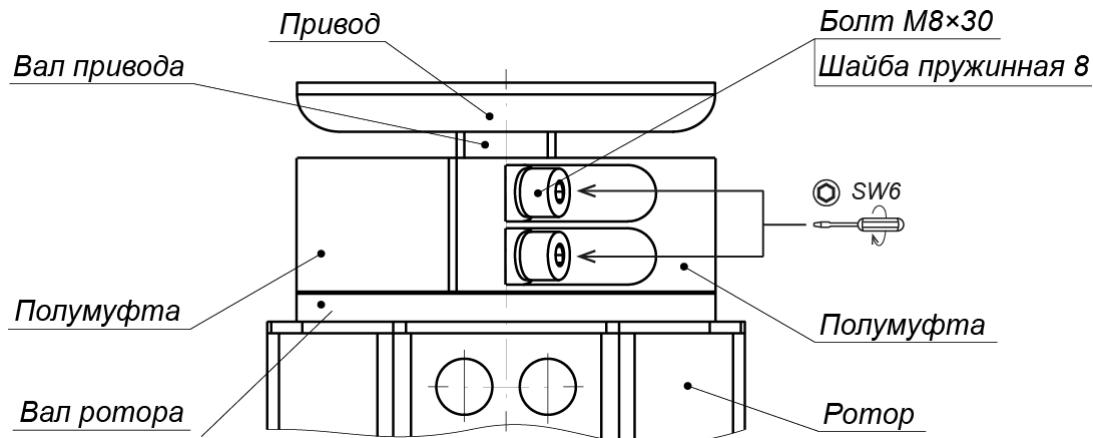

Рисунок 19. Муфтовое соединение (4) вала привода исполнительного механизма с валом ротора (1)
- Соедините верхний вал ротора с валом привода исполнительного механизма двумя полумуфтами и четырьмя болтами M8x30 с пружинными шайбами (ключ SW6) (см. рис. 19). Будьте осторожны, полумуфты имеют большой вес, не допускайте их падения во избежание травм!
2. Снимите полумуфты (см. рис. 19), отвернув 4 болта M8 муфтового соединения (4). Будьте осторожны! Удерживайте ротор и полумуфты от падения.